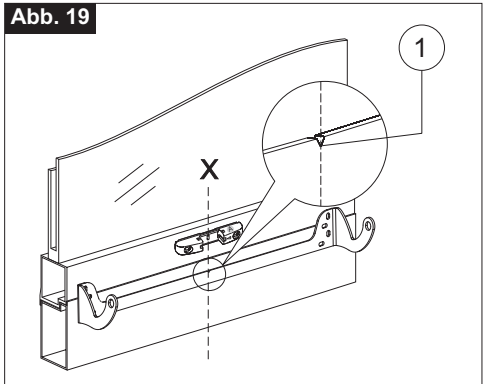

Abb. 20
- 7) Den Bügel auf den Fensterrahmen positionieren und ihn mit dem Rahmenprofil innerhalb eines Abstandes von etwa 3 mm laut **Abb. 20** ausrichten und die Bohrungspunkte markieren;